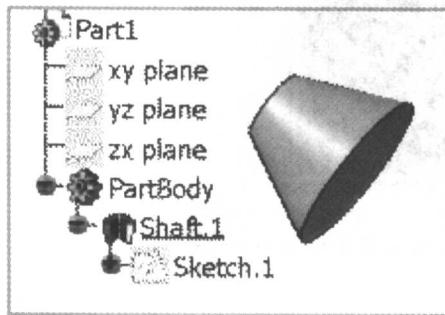

图 1-11 重做“剪切”操作
④ 单击“重做”按钮  (Ctrl+Y)，则圆柱体拉伸特征又被剪切掉了，如图 1-11 所示。